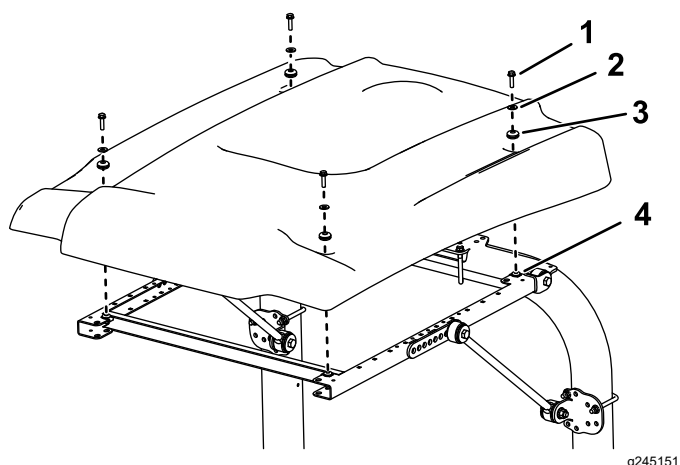

Рисунок 19
14. Выравнивая монтажные отверстия, расположите солнцезащитный навес на раме, как показано на Рисунок 19.
15. Установите каждый угол солнцезащитного навеса на раму с помощью болта с фланцевой головкой (5/16 x 1¼ дюйма), малой шайбы и уплотнительной втулки, не затягивая их (Рисунок 19).